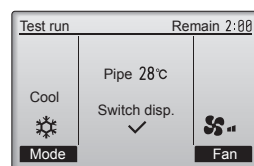

Fig. 7-3
- ① Жұмыс режимін өзгерту үшін [F1] түймесін басыңыз. (Fig. 7-3)